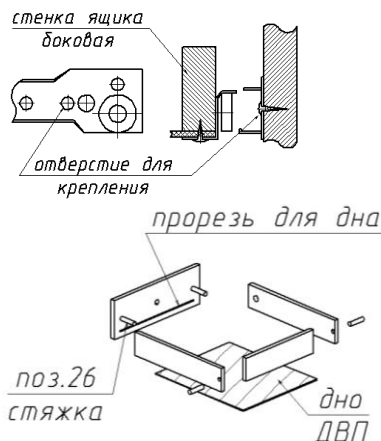

Рис. 3
2. Собрать ящики в прилагаемой последовательности (рис.3).